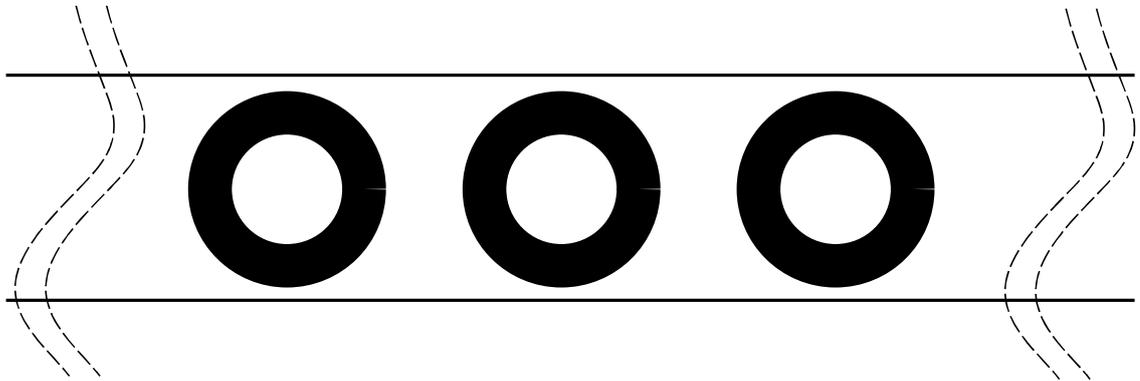

図 4.1 マーカーテープ例
- 3) 船体上下方向にマークを貼っていく。図 4.1 のようなマーカーテープを使用するのが便利。丸印を打ち出したものをトラテープなどへ貼り付けることでも対応可能